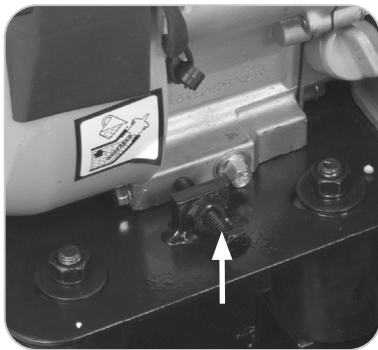

Abb. 19
- Lösen Sie die vier (4) Sechskantschrauben mit einem geeigneten Schlüssel (nicht im Lieferumfang enthalten).
- Schieben Sie den Motor vor oder zurück, um die Spannung des Antriebsriemens zu ändern. Eine Einstellschraube (**Abb. 19**) befindet sich an der Vorderseite des Motors, um die genaue Positionierung des Motors zu unterstützen.